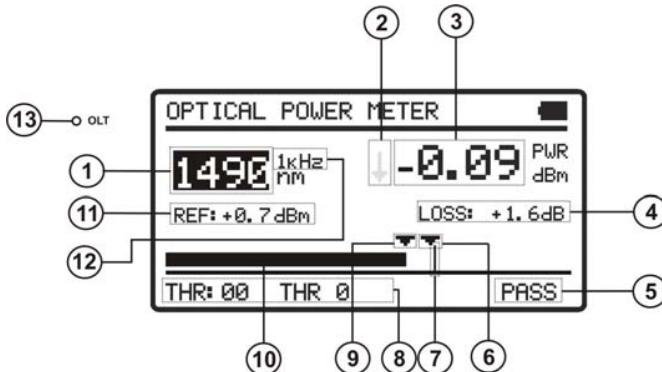

Figure 9.- Écran OPTICAL POWER METER.
- 3.- Appuyez sur **SEL**  [4] pour entrer à l'écran (voir figure 9.-).